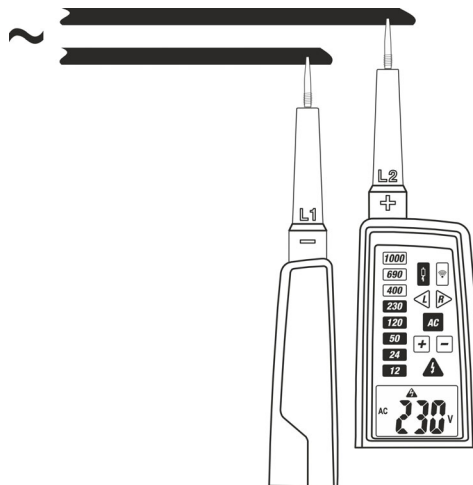

Abb. 6: Messung der AC Spannung mit niedriger Impedanz
2. Verbinden Sie die Prüfspitzen L1 und L2 mit der zu messenden Quelle (siehe Abb. 6). Die Messung wird **nur mit Kontakt zwischen den Prüfspitzen und den Metallteilen der Leiter** durchgeführt.